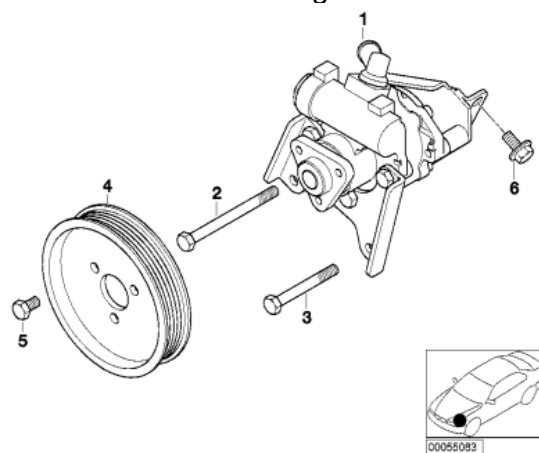

Abbildung 6
12. Demontage der Riemenscheibe der Servopumpe (Abb. 6, Pos. 4) (nicht bei Z4)